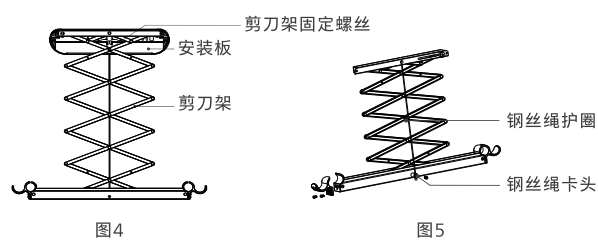

图4
1. 如图4, 将剪刀架滑轮扣入安装板滑槽, 用剪刀架螺丝锁紧。